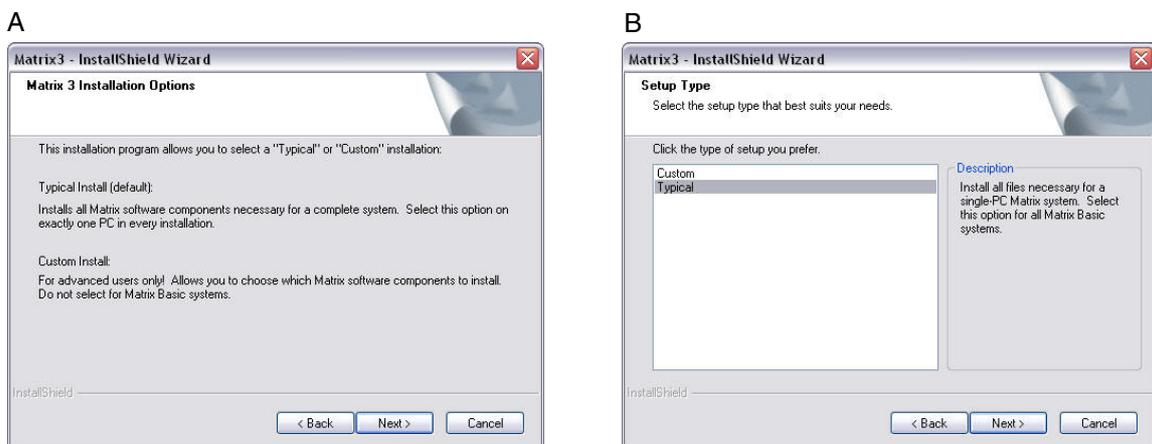

FIG. 5
- Dopo aver fatto clic su NEXT (Avanti) per accettare l'accordo di licenza, è visualizzata la schermata delle opzioni di installazione (A) illustrata FIG. 5. Questa schermata descrive le due opzioni di installazione disponibili per la selezione.
Dopo aver fatto clic su NEXT (Avanti) è visualizzata la schermata Setup Type (Imposta tipo) FIG. 5 (B). Questa schermata è utilizzata per selezionare il tipo di installazione che si eseguirà.